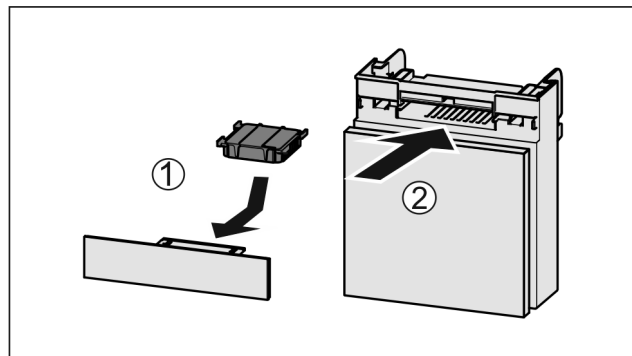

Fig. 111
- ▶ 按图装入 Fig. 111 (1) 活性炭过滤器。
- ▶ 推入 Fig. 111 (2) 抽屉。